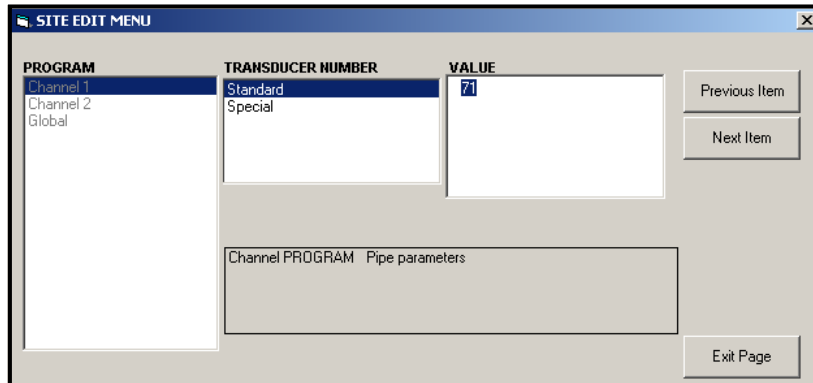

Figura 42: Opção Pipe Parameters (Parâmetros de tubulação) no Site Edit Menu (Menu de edição do local)
- a. Realce e clique duas vezes na opção desejada no painel central. *Figura 42 na página 81* mostra a primeira entrada (Número do transdutor) na opção *Pipe Parameters* (Parâmetros de tubulação). O título acima do painel central mostra a entrada atual, enquanto o painel central exibe as seleções disponíveis para essa entrada.